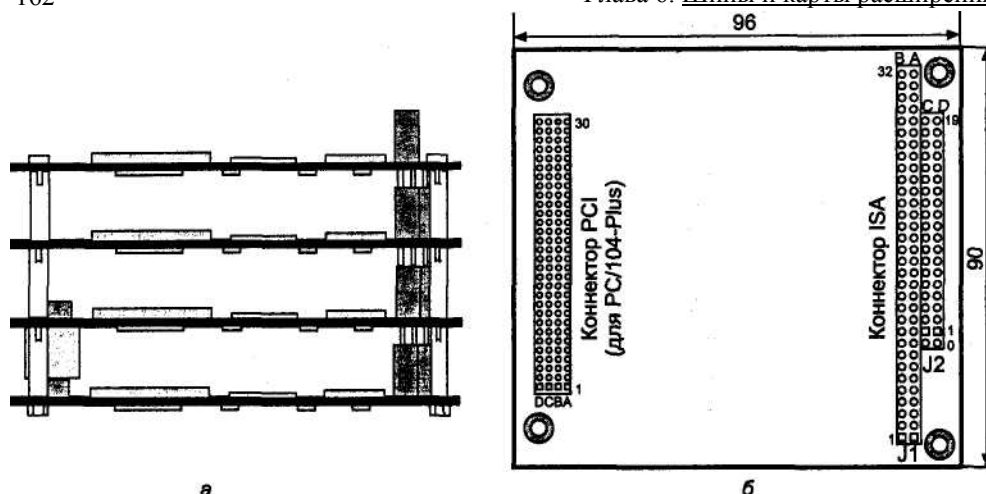

Рис. 6.4. Компьютер с шиной PC/104: а — стопка плат, б — расположение системных коннекторов
Вид платы PC/104 приведен на рис. 6.4, назначение контактов дано в табл. 6.5 и 6.6. Плата компьютера с шиной PC/104 имеет *разъемы-розетки*. Плата расширения имеет *вилку* PC/104, которая вставляется в плату контроллера. Кроме вилки на плате расширения может присутствовать и розетка PC/104 (коннектор двусторонний), так что можно собрать «бутерброд» из нескольких плат (рис. 6.4, а). Для предотвращения неправильного соединения у розеток в позициях В10 и С19 нет ни контактов, ни отверстий; у вилок в этих позициях штырек отсутствует. Если плат более трех, то сверху «бутерброда» устанавливают терминатор. Для фиксации плат стандартизовано расположение крепежных отверстий. Платы скрепляются четырьмя несущими стоечками высотой 0,6" (или длинными винтами с втулками). Отметим особенности коннекторов^ ! — коннектор шины ISA-8, J2 — его расширение до ISA-16; эти коннекторы обычно имеют дюймовый шаг контактов (2,54 мм), но могут встречаться и метрические, с шагом 2,5 мм (они взаимно несовместимы!). Обратим внимание и на специфическую нумерацию рядов контактов В, А, С, D и номеров контактов (у J2 нумерация начинается с нуля, нулевые контакты не используются).
С широким использованием процессоров Pentium и следующих моделей в модуль ввели еще и шину PCI, так появился стандарт PC/104-Plus (именно такая карта показана на рис. 6.4). Трехрядный коннектор PCI имеет метрический шаг контактов 2 мм. Платы микрокомпьютеров с шинами PC/104 могут иметь и краевые разъемы ISA, PCI или комбинированный; с их помощью контроллеры подключаются к пассивной кросс-плате, в которую устанавливаются карты расширения (ISA, PCI) обычного (PC) конструктива.